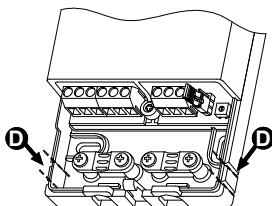

Abb. 4
Von der Seite: Entfernen Sie die Kunststoffteile mit einer Zange, wie durch die Pfeile in angedeutet, (D) Abb. 4.